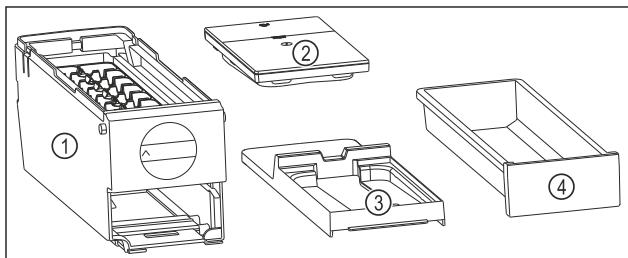

Fig. 98 Súčasti EasyTwist-Ice
- EasyTwist-Ice je rozložený na štyri časti. (pozri Fig. 98)
- Rozložte EasyTwist-Ice len na tie súčasti, ktoré sú na obrázku. (pozri Fig. 98)
- Korpus EasyTwist-Ice Fig. 98 (1) vyčistite ako celok.